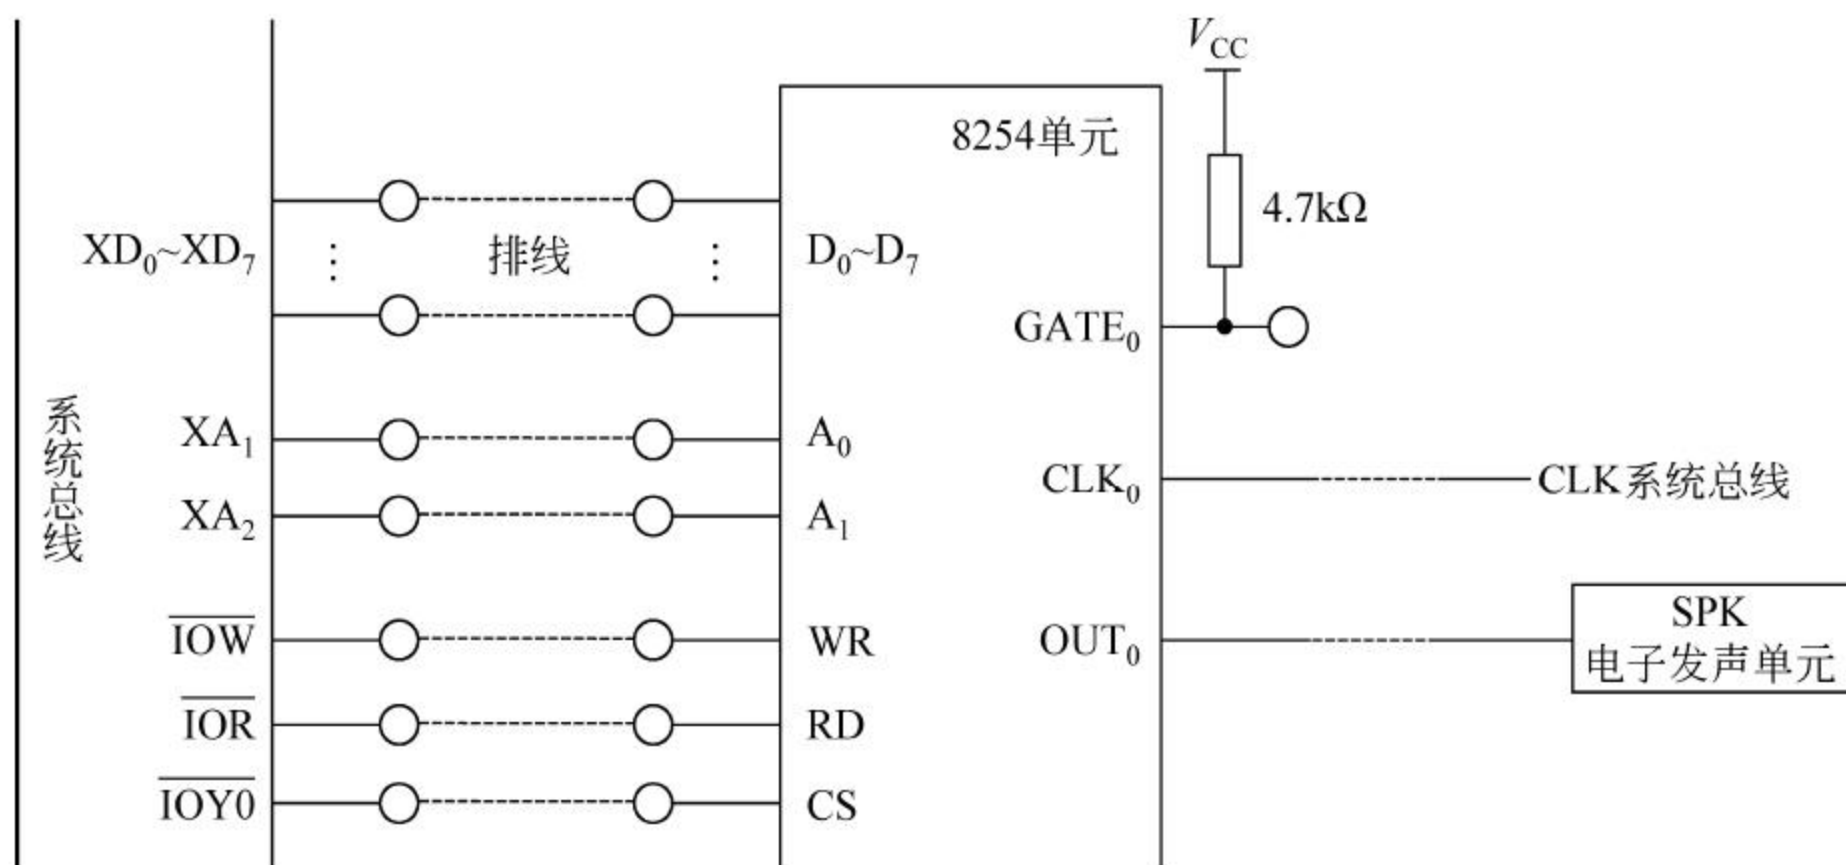

图 11-10 电子发声实验接线图
(1) 运行 Tdptit 集成操作软件,查看端口资源分配情况。记录与所使用片选信号对应的 I/O 端口始地址。
(2) 参考图 11-10 所示连接实验线路。注意:8254 的输入时钟脉冲也可以采用实验台上的 1.843 2MHz 时钟源,但程序中计算计数初值时的被除数也必须进行相应改动。